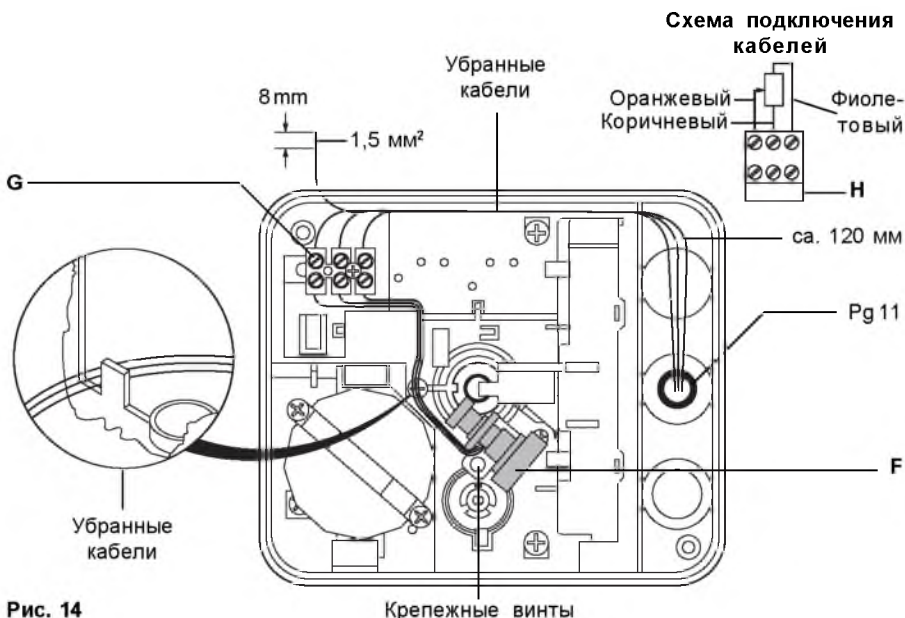

Рис. 14
1. Поверните потенциометр (F) до упора по часовой стрелке.
3. Установите и прикрутите потенциометр как это показано на Рис. 14.
4. Блок (G) и зажим (H) поставляются вместе с потенциометром и также должны быть установлены.
6. Соедините кабели как это показано на Рис. 14.